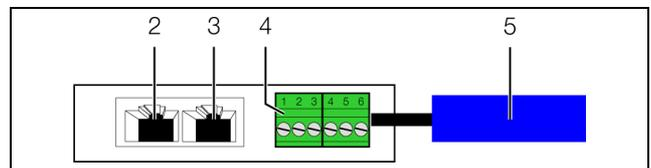

Abb. 8: Rückseite des Luftstromsensors
- Schließen Sie die vier farblich kodierten Adern des Sensorfühlerkabels folgendermaßen an den Pins der Universal-Schnittstelle an (Abb. 8, Pos. 4).
- Verbinden Sie den Luftstromsensor über ein CAN-Bus-Verbindungskabel mit einer CAN-Bus-Schnittstelle der CMC III Processing Unit bzw. der benachbarten Komponente im CAN-Bus (Abb. 8, Pos. 2)
- Schließen Sie ggf. an der zweiten, freien CAN-Bus-Schnittstelle des Luftstromsensors (Abb. 8, Pos. 3) eine weitere Komponente an (z. B. einen anderen Sensortyp).